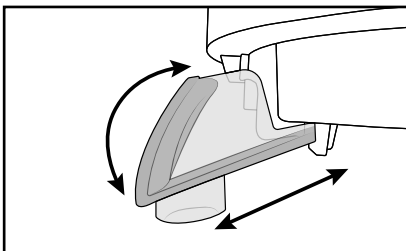

Abb. 1
- 1) Stecken Sie den Tresterbehälter **6** in die passende Aufnahme am Saftbehälter **5**. Gegenüberliegend muss der Saftauslauf **11** angebracht sein. Stecken Sie ihn zuerst mit dem Haken in die kleine Öffnung am Saftbehälter **5**, klappen ihn dann hoch und drücken ihn in die Halterung (siehe Abb. 1).
- Nehmen Sie den Saftauslauf **11** für die Reinigung vom Saftbehälter **5** ab (siehe Abb. 1).